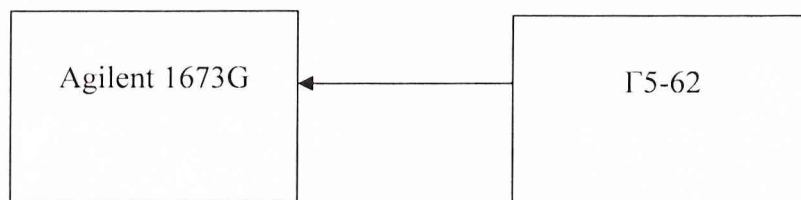

Рис. 8.2
8.3.2.1 Собрать схему согласно рис. 8.2.